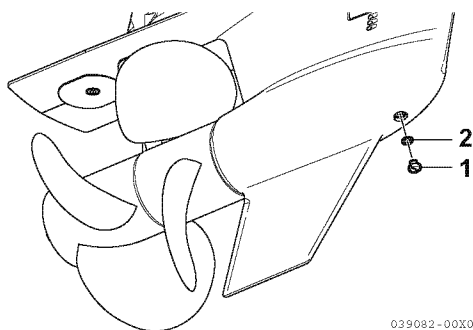

Figura 11
5. Retire el tapón de drenaje/llenado de aceite (1, **Figura 11**) y la junta (2, **Figura 11**).